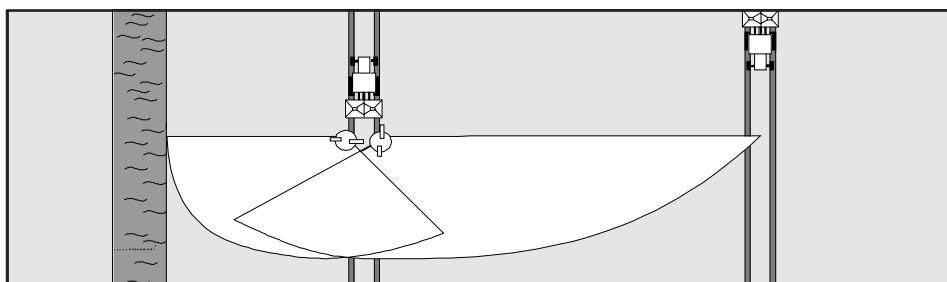

Fig. 7.6
7.1.2.2.1 Grænsespredning i henhold til gødningsregulativet (Fig. 7.6)